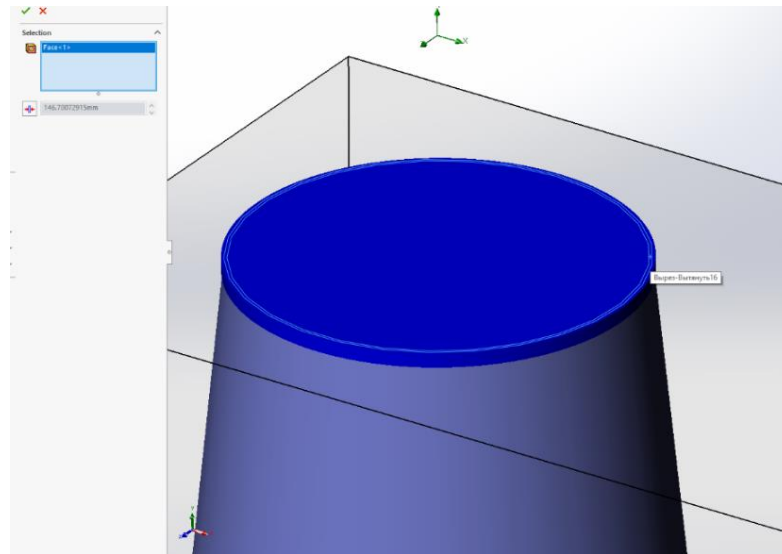

Рисунок 10.11 – Створення заглушки на вхідному перетині відсмоктуючої труби
3. Створіть заглушку. Натисніть **OK** або **Apply**, щоб додати заглушку до моделі. Вона автоматично з'явиться в дереві FeatureManager як окремий елемент (рис. 10.11).